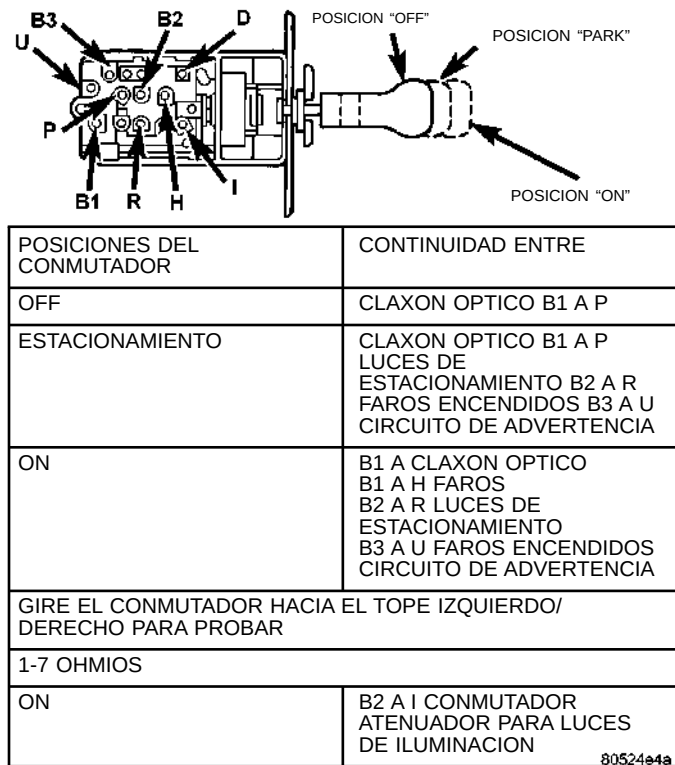

Fig. 8 Prueba del conmutador de faros
(1) Retire el conmutador de faros. Consulte Desmontaje del conmutador de faros.
(2) Con un ohmímetro verifique la continuidad entre los terminales del conmutador como se indica en Prueba del conmutador de faros (Fig. 8).